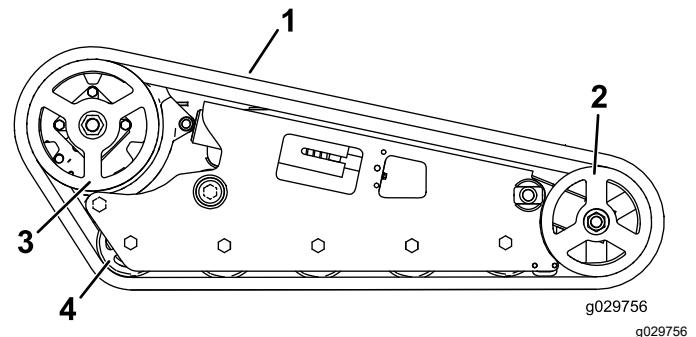

Figure 55
**Important:** Nettoyez soigneusement les galets de roulement, la roue avant et le pignon d'entraînement (Figure 55). Les galets de roulement doivent tourner librement lorsqu'ils sont propres.